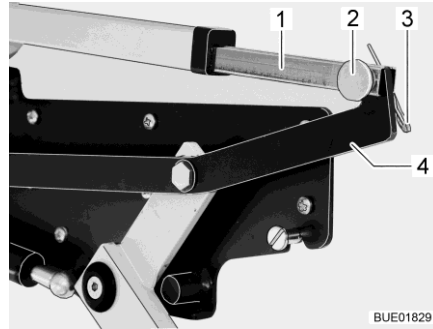

Fig. 143 Entrainement du lit escamotable
- Couper la connexion entre la tige de poussée (Fig. 143,1) et le levier (Fig. 143,4). Retirer pour ce faire la goupille (Fig. 143,3) et la broche (Fig. 143,2).